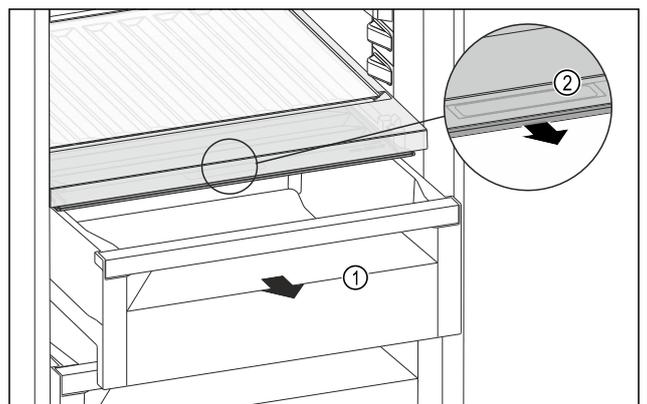

Fig. 158
- ▶ Schubfach Fig. 158 (1) herausziehen.
- ▶ Griffmulde Fig. 158 (2) am Fachdeckel anfassen und Fachdeckel gleichzeitig nach vorne ziehen.